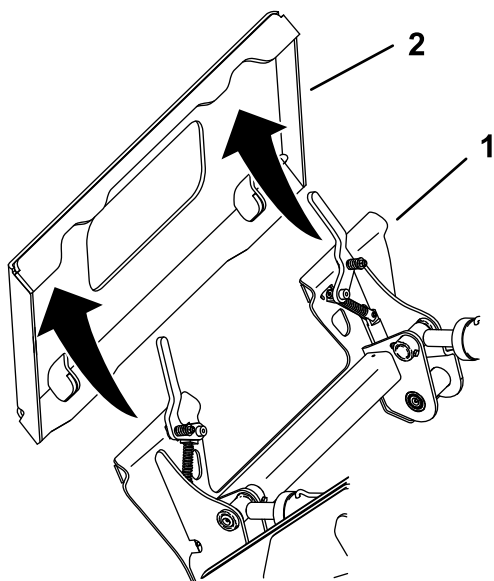

Рисунок 57
5. Поместите монтажную пластину в верхнюю кромку установочной пластины навесного оборудования (Рисунок 57).